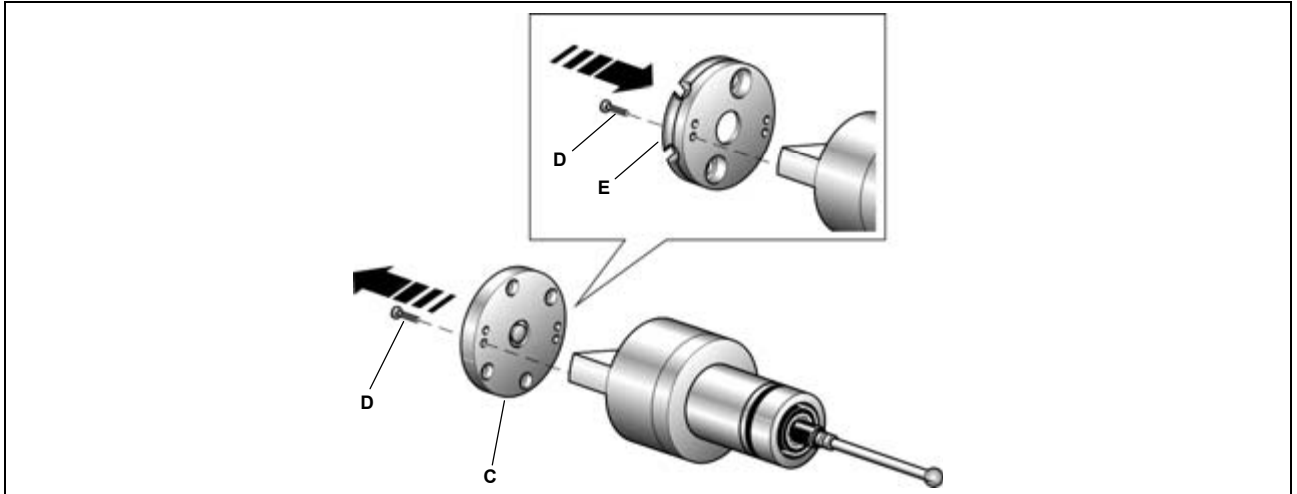

Abbildung 12-2
4. Am Kegel zwei Gewindebohrungen M4x8 (F) anbringen, siehe Ausschnitt in Abb.12-2
5. Das Teil (G) des Regulierflansches mit den beiden Schrauben (H) am Kegel befestigen.